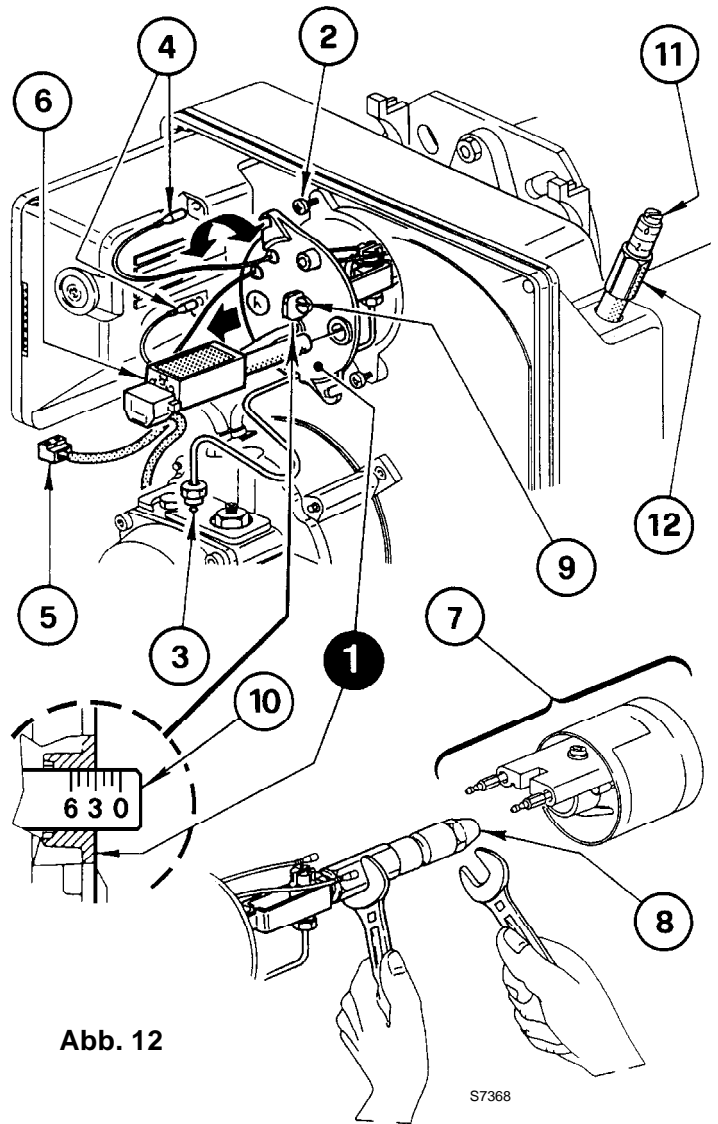

Abb. 12
B **Abb. 12** – Den Düsenstock (1) herausnehmen, nachdem vorher die Schrauben (2) gelockert, die Mutter (3) gelöst, die Zündkabel (4) vom Steuergerät, die Steckdose (5) und den Flammendetektor (6) abgenommen wurden.
(siehe Abb. 12)